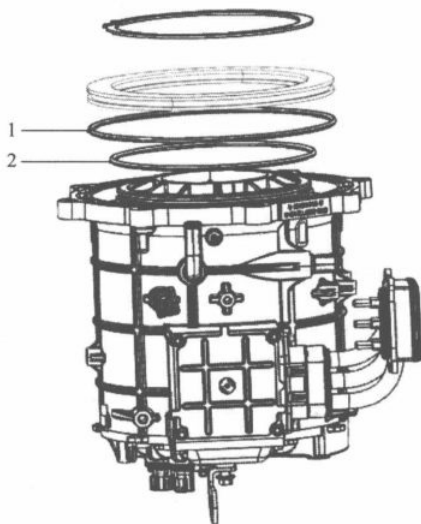

图 1-1-11
① 拆卸。在拆卸密封环之前要确保电机水道内冷却液排放干净（图 1-1-11）。将电机旋变接插件端朝下